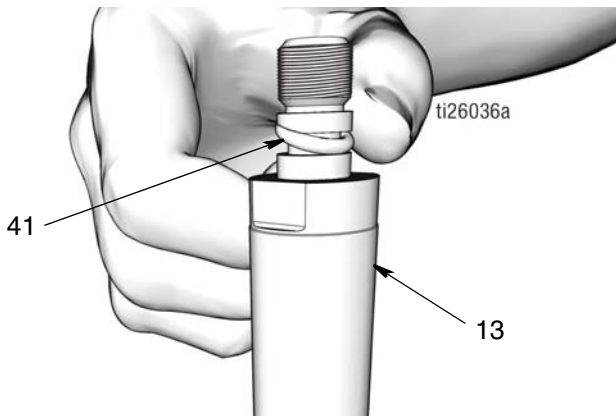

图 47
- a. 使用干净的布向下擦拭活塞杆 (13) 和活塞 (6)，除去任何脏污或污染物。检查表面有无擦伤或损坏。更换损坏的零配件。
- b. 在 O 形圈 (41) 上抹上薄薄一层滑脂。将 O 形圈安装在活塞杆 (13) 的沟槽上 (图 47)。